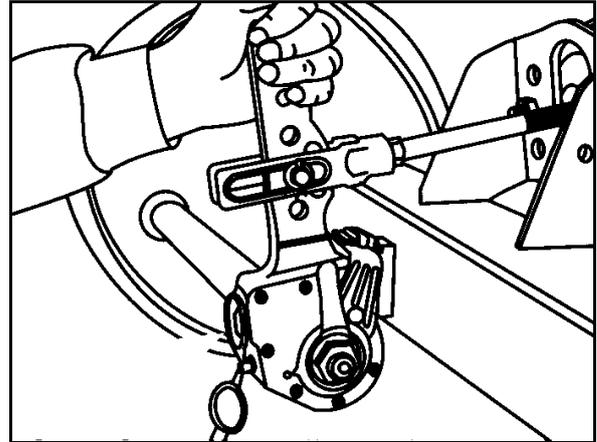

Fig. 88
Accionar manualmente el ajustador del varillaje en la dirección de presión (Fig. 88). Si la carrera en vacío de la barra de presión del cilindro de la membrana de carrera larga es de 35 mm máx., se deberá reajustar el freno de la rueda.
2. Girar el tornillo de ajuste (flecha) con la llave anular (Fig. 88) aprox. $\frac{3}{4}$ de vuelta en sentido antihorario. La carrera en vacío mínima debe ser de 50 mm, mientras que con la longitud de palanca, de 150 mm.